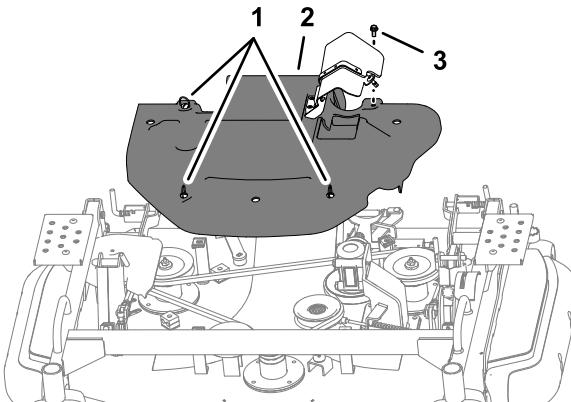

Figure 116
1. Tournez les 3 fixations quart-de-tout dans le sens antihoraire (Figure 116).
2. Desserrez le boulon (Figure 116).
1. Alignez les fixations quart-de-tour du protège-courroie sur les écrous à clip du plateau de coupe ; voir Figure 116 sous Dépose du protège-courroie \(page 83\).
- Vissez le boulon du protège-courroie dans l'écrou à clip du plateau de coupe ; voir Figure 116 sous Dépose du protège-courroie \(page 83\).